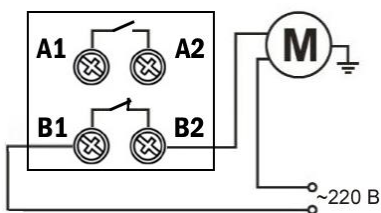

Рис. 3
- 4.1. Подключите насос или клапан к сети питания через контакты B1 и B2, как показано на рис. 3.
- 5.1. Подключите внешнее оборудование к сети питания через контакты B1 и B2, как показано на рис. 3.